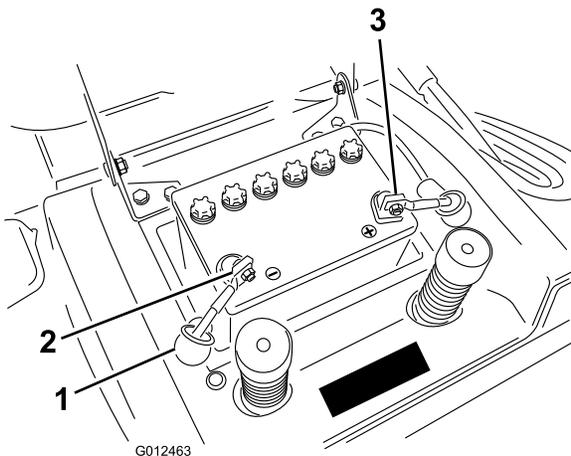

Figura 33
7. Desconecte el cable negativo de tierra (negro) del borne de la batería (Figura 33).
9. Desconecte el cable positivo (rojo) del borne de la batería (Figura 33).
1. Coloque la batería en el chasis con los bornes hacia la parte trasera de la máquina (Figura 33).
3. Usando el perno y la tuerca de mariposa, conecte el cable positivo (rojo) al borne positivo (+) de la batería (Figura 33). Deslice la cubierta de goma sobre el borne de la batería.
4. Usando el perno y la tuerca de mariposa, conecte el cable negativo (negro) al borne negativo (-) de la batería (Figura 33). Deslice la cubierta de goma sobre el borne de la batería.